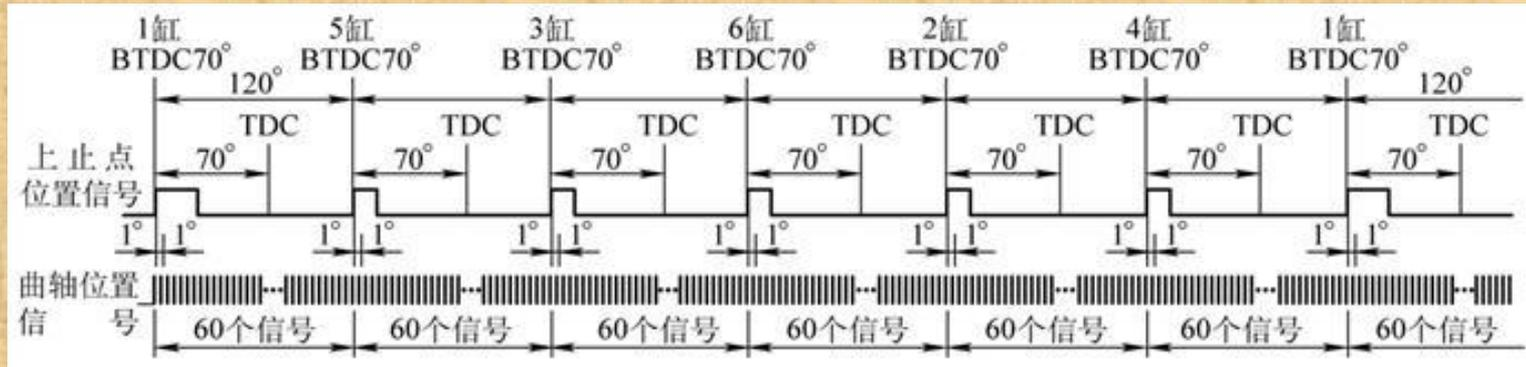

图8-9 光电式曲轴与凸轮轴位置传感器输出波形
- 日产公司采用的光电式曲轴与凸轮轴位置传感器输出信号的关系如图8-9所示。